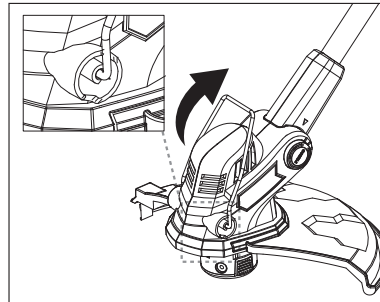

Fig. 19: posición de almacenamiento
2. Repliegue el protector de plantas (12) cuando vaya a transportar o almacenar la herramienta (Fig. 19).